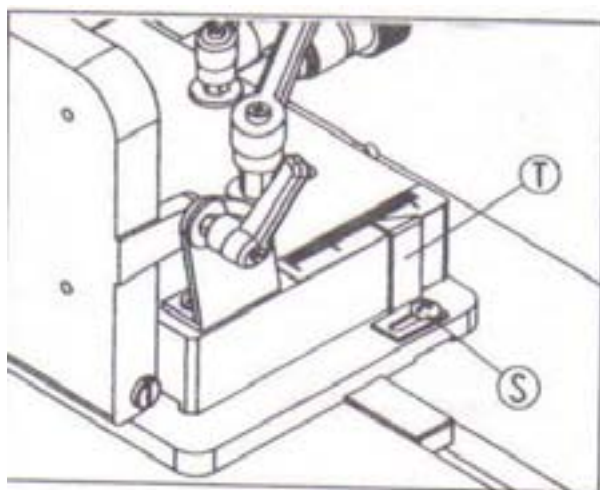

FIGURE 10
11. Desserrez la vis (S), figure 10, et ajustez l'indicateur (T) sur le repère 0" sur l'échelle.